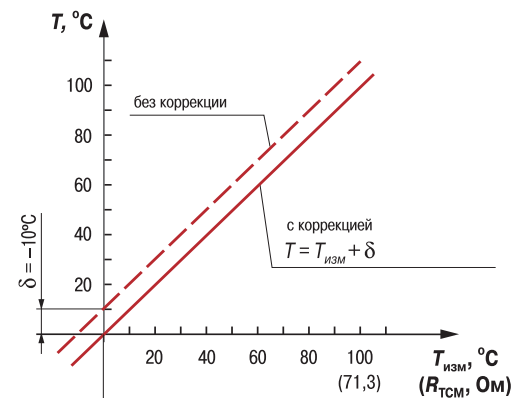

Рис. 2
3.1.4.3.2. Для компенсации погрешностей $\Delta R = R_0 - R_{0,TCM}$, вносимых сопротивлением подводящих проводов R_{TCM} , к каждому измеренному значению параметра $T_{изм}$ прибавляется заданное пользователем значение δ . На рис. 2 приведен пример сдвига характеристики для датчика TCM50M, $W_{100} = 1,426$.